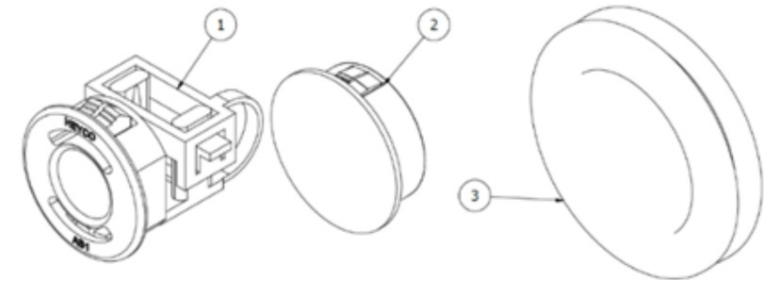

Abbildung 10 - Flextherm Eco G2 D Wärmebatterie Tüllen und Zugentlastungen
- Entfernen Sie die entsprechenden Gummitüllen (Element 3 - Abbildung 10) im Außengehäuse und schneiden Sie diese zentrisch (mit einem Kreuz) mit einem Messer durch. Setzen Sie die abgeschnittenen Tüllen wieder ein. Schneiden Sie die Tüllen nicht durch, da dies das VIP beschädigen könnte.
- (Siehe Abbildung 10) Bringen Sie die Kabelzugentlastungen (1) an die Seite, an der Sie die Ein- und Ausgänge vornehmen möchten. Decken Sie alle anderen Öffnungen im Gehäuse mit den mitgelieferten Blindstopfen (2) ab.